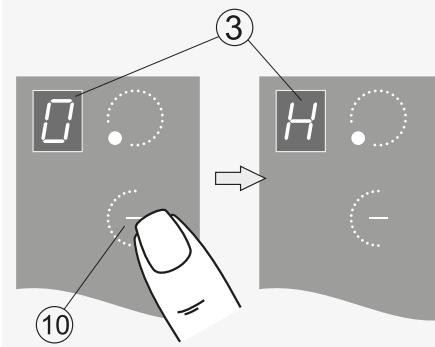

Рис.34
После выключения конфорки в окне индикации ③ (рис. 34) высвечивается буква «H» (от англ. hot – «горячий»).